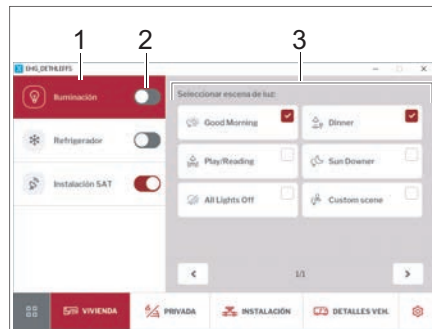

Fig. 256 Iluminación
- Encender o apagar la iluminación con el interruptor deslizante (Fig. 256,2).
- Tocar en la opción *Iluminación* (Fig. 256,1).
En el panel de control (Fig. 256,3) seleccionar escenario de luz.